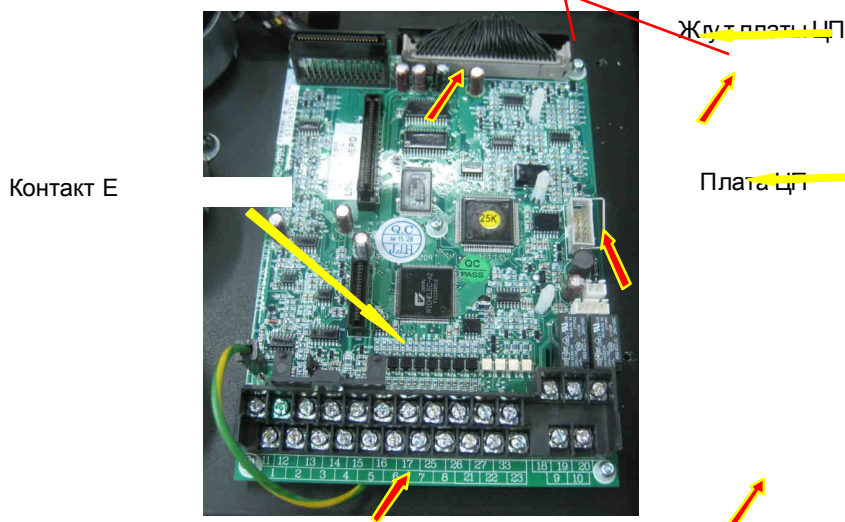

Рис. 7.34.
7.18.1. Установить плату ЦП над резьбовыми отверстиями корпуса блока конденсаторов. Закрепить плату пятью винтами (рис. 7.34).